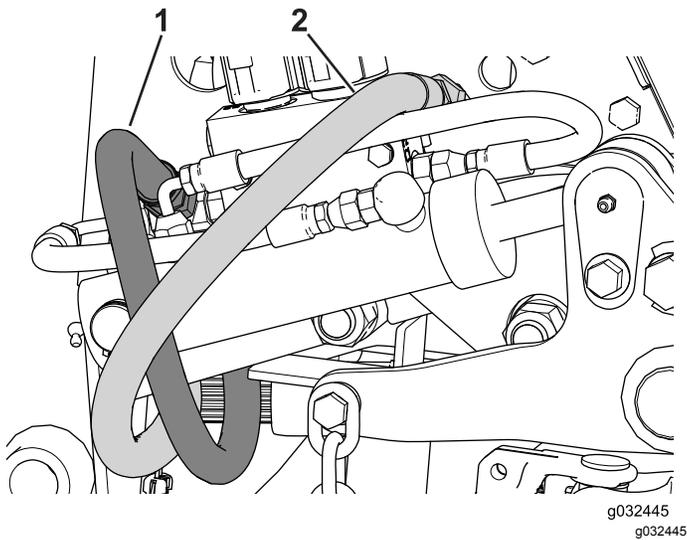

Figura 55
- Collocate una bacinella di spurgo idonea sotto la valvola e scollegate i flessibili idraulici dalla valvola di regolazione (Figura 55).